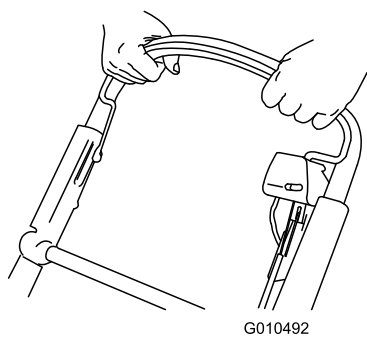

Figure 21
2. Maintenez la barre de commande des lames contre le guidon (Figure 21).